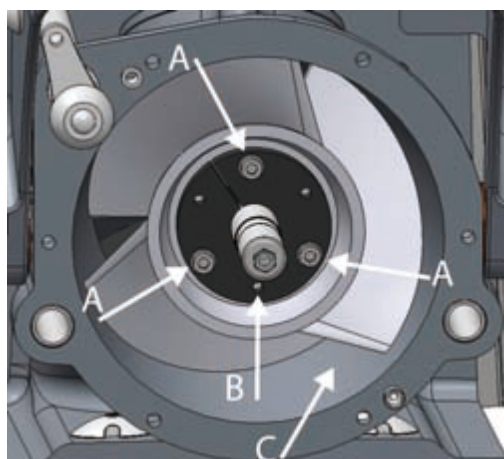
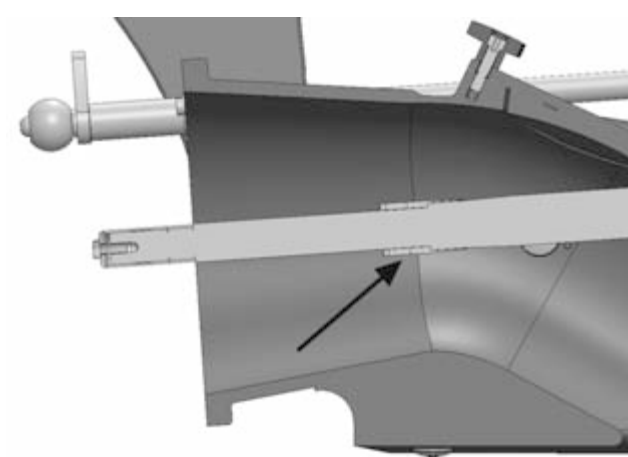

Рисунок 28. Крепежные винты импеллера
Рисунок 30. Регулировочная втулка
4. Ослабьте крепежные винты импеллера (рис. 28, А).
5. Полностью вытащите один винт и поместите его в резьбовое отверстие пластикового монтажного конуса (рис. 28, В).
Тяга, образуемая импеллером, передается через сборочную гильзу на вал (рис. 30). Гильза состоит из колец различной толщины. Длина гильзы регулируется с шагом 0,5 мм путем изменения количества колец. Таким образом, подгоняется зазор внешнего кольца (рис. 28, С) импеллера.